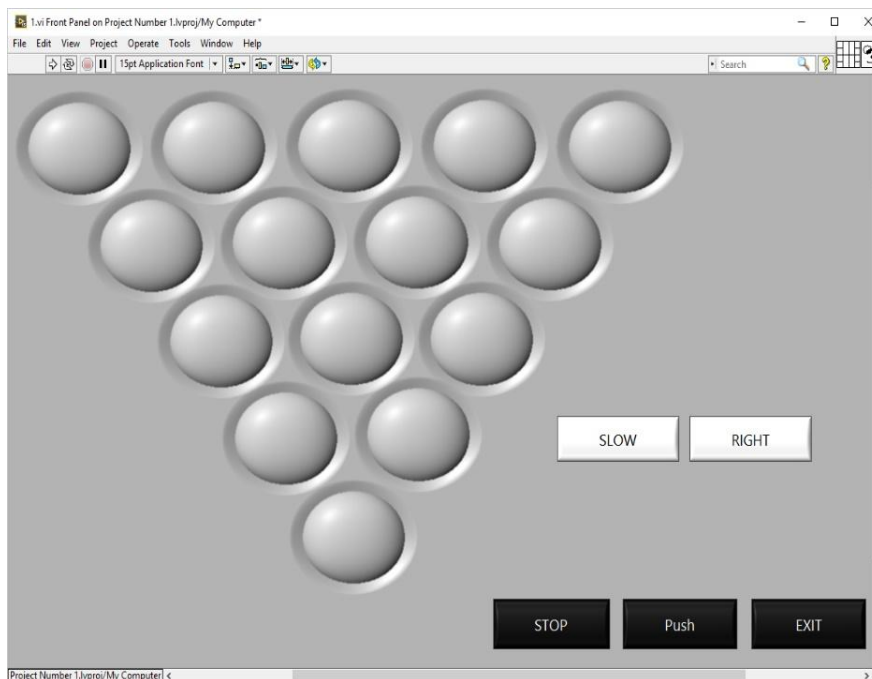

Рис.9.6.
3) Запускаем программу для преобразования в автономное приложение (см. рис. 9.6).